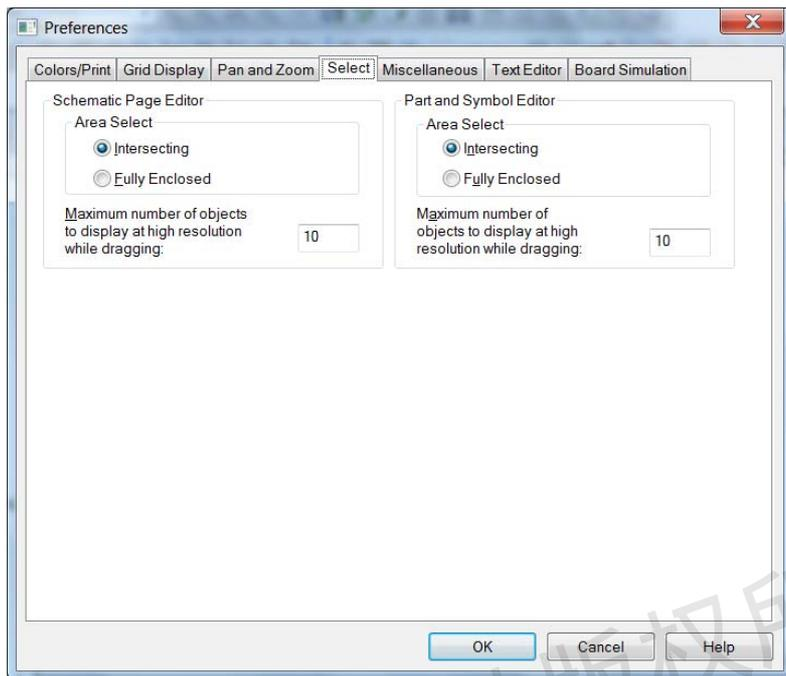

图 2-46 Capture 运行环境配置 7 (Select)
Preferences 设置对话框中的 Select 标签页如图 2-46 所示, 该标签页用于设置 Page Editor (电路图绘制窗口) 和 Part Editor (元器件符号编辑窗口) 中的两个参数。
① 选中判据的设置: 在绘制电路图过程中, 经常需要用一个矩形框线选取电路图的一部分组成元素。图 2-46 中 Area Select 栏的两个参数用于确定电路组成元素被选中的判据。若选择 Intersecting, 表明在框线包围之内或与框线相交的元素均算选中; 若选择 Fully Enclosed 则表明必须是全部包围在
② 移动过程中是否显示元器件符号外形：一般情况下，在移动电路组成元素的同时动态显示这些元素的外形。如果同时移动多个元素，则动态显示多个元素外形将涉及处理大量数据并会影响运行速度。图 2-46 中 Maximum number of objects to display at high resolution while dragging 一项用于设置在移动过程中最多显示多少个元素外形。若同时移动的元素数超过这一设置值，则不动态显示移动元素的外形。